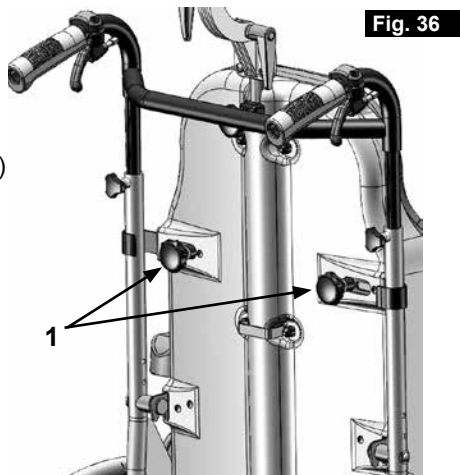

Fig. 36
Allentare le manopole a stella (1) per regolare le maniglie di spinta all'altezza desiderata. Dopo ogni regolazione dell'altezza delle maniglie, assicurarsi che le manopole a stella (1) siano di nuovo strette, (Fig. 36).